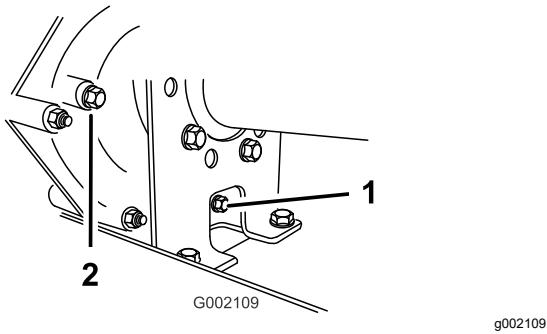
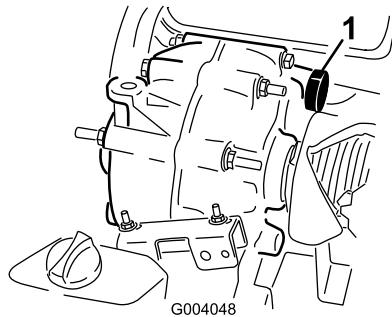

Figura 59
Figura 60
2. Limpie la zona alrededor de los tapones de vaciado y llenado con un trapo (Figura 59).
- 4. Retire el indicador girándolo en sentido antihorario (Figura 59).
- 5. Retire el indicador girándolo en sentido antihorario (Figura 59).
- 6. Instale y apriete el tapón de vaciado y la junta en el orificio de llenado de la transmisión (Figura 59).
- 7. Llene el depósito (Figura 60) a través del orificio de llenado con aproximadamente 1,4 L del fluido especificado, o hasta que el nivel de fluido de la transmisión esté enrasado con el borde inferior de la rosca. (Figura 59).
8. Instale y apriete el tapón y la junta en el orificio de llenado de la transmisión (Figura 59).
10. Compruebe el nivel de fluido y añada más si el nivel de fluido está por debajo de las roscas del orificio de llenado (Figura 59).